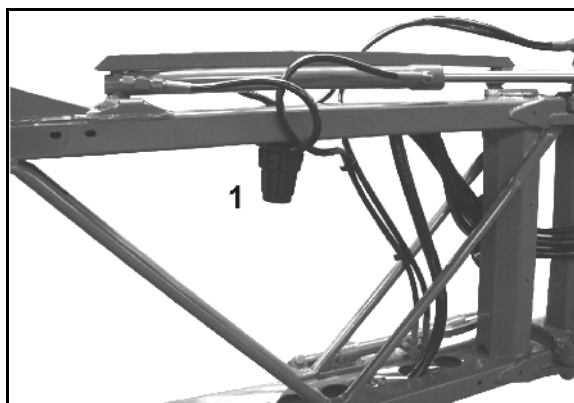

Bild 200
2. Lossa skruvarna (Bild 200/1).
3. Ta bort ventillocken (Bild 200/2).
4. Kontrollera kolvmembranen (Bild 200/4) och kilringen (Bild 200/5).
1. Lossa skruven (Bild 200/3) och ta bort kolvmembranet (Bild 200/4) tillsammans med fästbrickan från kolven.